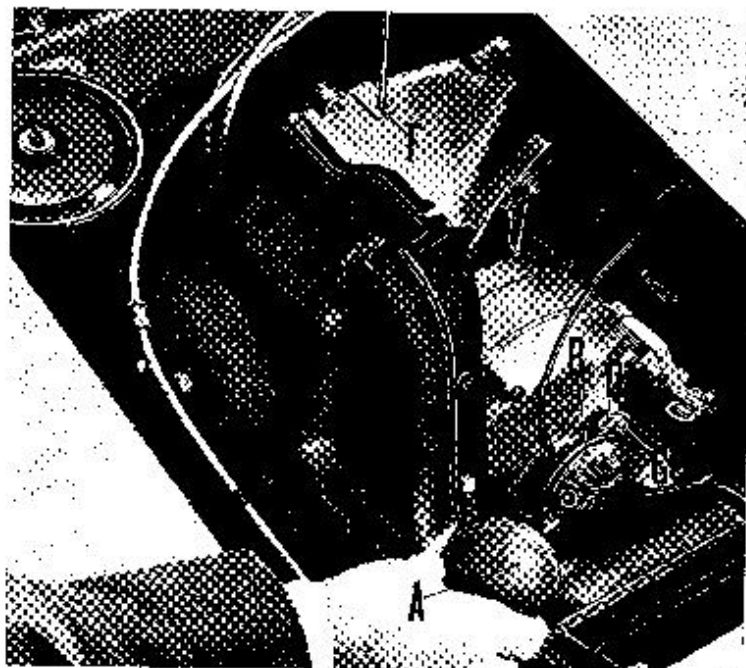

Fig. 20
1. - Smontato il portello coprimotore togliere il coperchio « A » fig. 20.
2. - Sfilare dal motore (tirando verso l'esterno) il disco « B » completo di albero e ruttore (fig. 20).
5. - Inserire nel foro « F » (fig. 20) un tondino $\varnothing 5$; ingranata la 4.a velocità, a motore spento e con accensione disinserita, spingere il veicolo facendo ruotare leggermente il motore fino a quando l'estremità del tondino, venendo in corrispondenza di altro foro sul rotore, non vi si alloggi.